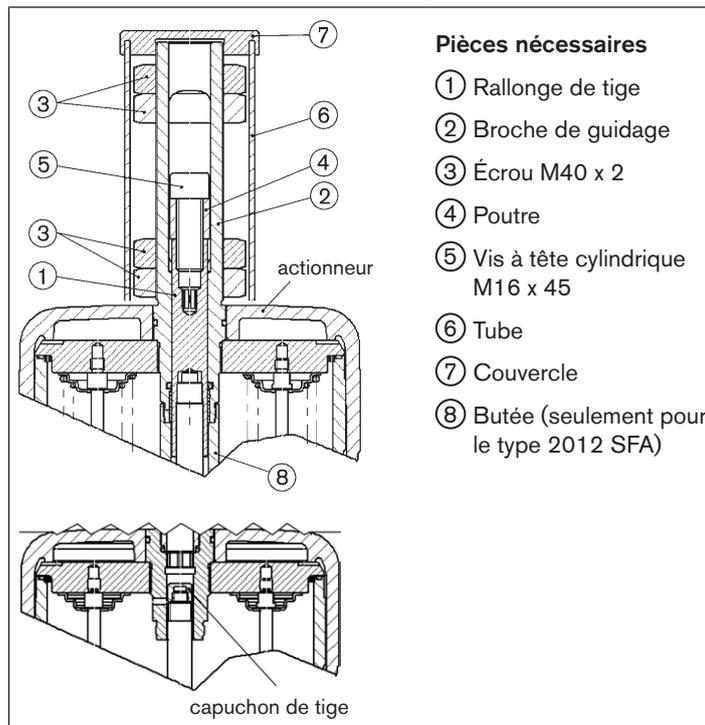

Fig. 8 : Taille d'actionneur 175, 225 (Ø en mm); limitation de course min./max. avec indicateur optique de position
- Dévisser à la main l'indicateur de position/capuchon de tige (capuchon de vis jaune, voir « Fig. 8 »).